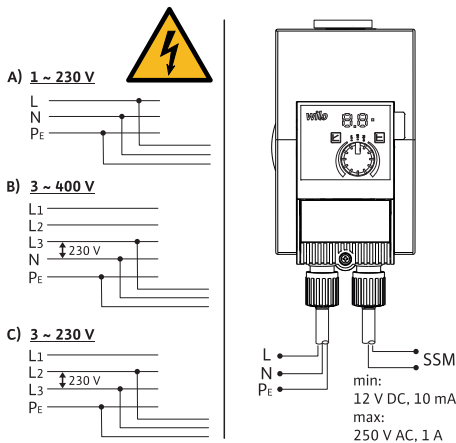

Fig. 3: Anschlussmöglichkeiten
- An 230 V Niederspannungsnetze anschließen. Bei Anschluss an IT-Netze (Isolet Terre Netzform) unbedingt sicherstellen, dass die Spannung zwischen den Außenleitern (L1-L2, L2-L3, L3-L1 → Fig. 3) 230 V nicht überschreitet.